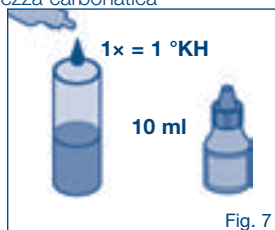

Fig. 7
1. La durezza carbonatica potrebbe essere richiesta al fornitore di acqua oppure rilevata tramite una veloce verifica (test delle goccioline, Fig. 7). In base alla durezza carbonatica e all'utilizzo, può essere scelta la regolazione bypass e rilevata la capacità filtrante tipica dalla tabella 1-3 nel capitolo 10.